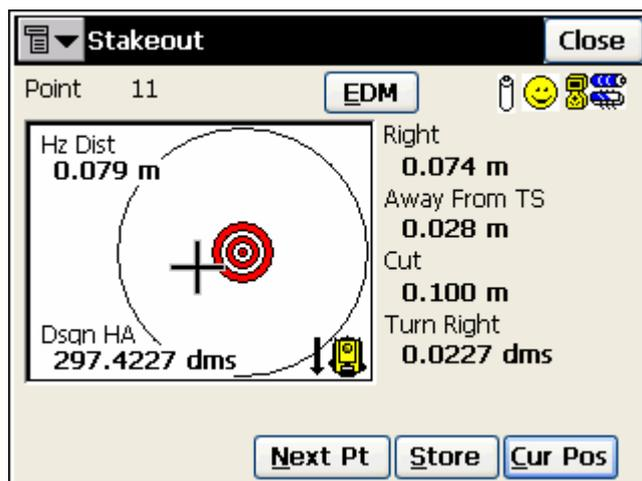

Рисунок 7-6. Вынос в натуру
7. Для тахеометра: визируйтесь на призму. В окне **Stakeout (Разбивка)** (рис. 7-6) для определения текущего положения призмы нажмите кнопку **Cur Pos (Текущ Пол)**, после этого Вам будет показано ее положение относительно проектной точки. Кнопку **Meas (Изм)** следует нажимать тогда, когда она будет достаточно близка к проектной точке. После нажатия этой кнопки инструмент вычисляет координаты точки и сохраняет их. Чтобы перейти к выносу следующей точки, нажмите **Next Pt (След Тчк)**.